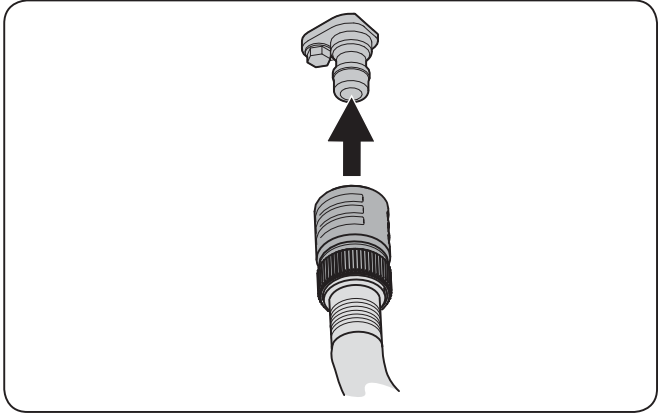

Figure 6-3
1. Repérez l'écrou sur l'avant du support de stabilisation. Voir la Figure 6-3.
4. Attachez le raccord pour boya d'arrosage à l'orifice aménagé sur la surface du plateau de coupe. Voir la Figure 6-3.